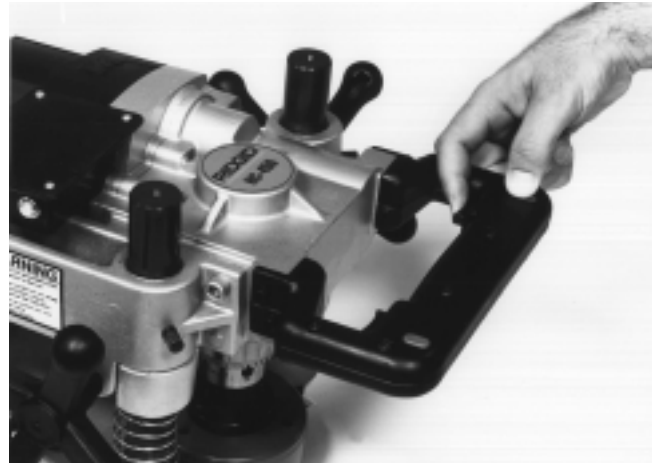

Figura 8 – Interruptores lock-out (de seguridad)
1. Se pone en marcha la HC-450 oprimiendo uno de los interruptores de **lock out** (de seguridad) ubicados en la la manija de transporte delantera. (Vea la Figura 8.)